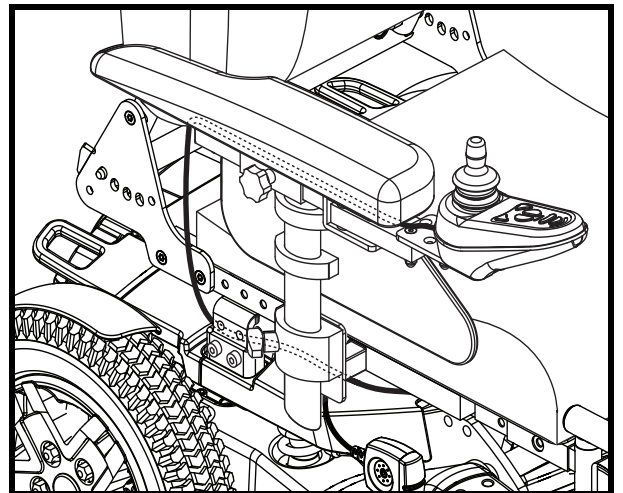

Abb. 19. Kabeln Sie Umleiten
7. Führen Sie das Kabel der Steuerung zur Vorderseite der Antriebseinheit und schließen Sie die Steuerung wieder an. **Siehe Abb. 19.**